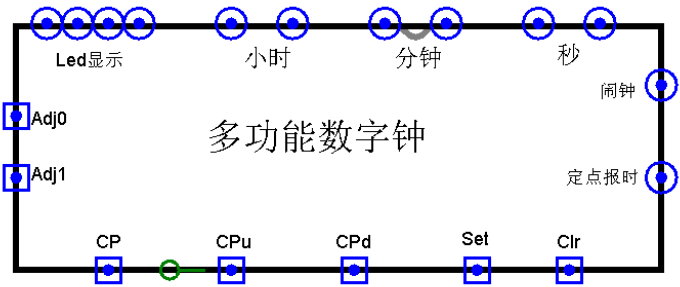
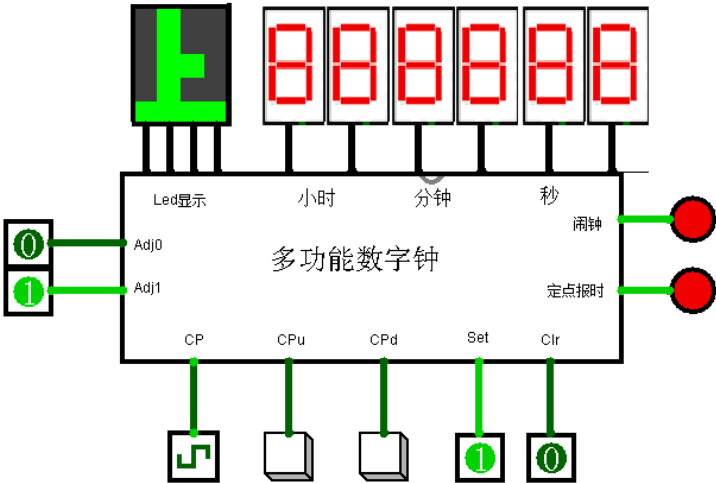

图 5.7 电子钟的“输入、输出检查要求”
图 5.8 电子钟的测试电路
充分利用 (1) ~ (6) 设计的“私”有元件和相应元器件，设计满足多功能电子钟“设计场景”要求的电路，并封装，封装图如图 5-7 所示，测试图如图 5.8 所示。